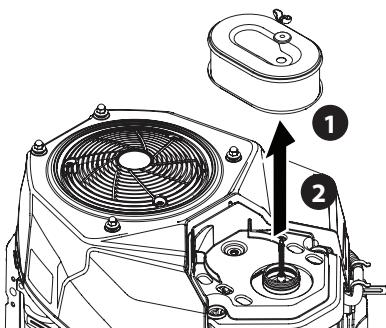

Figure 9
4. Tirer vers l'avant puis vers le haut pour enlever le filtre à air (Figure 9).